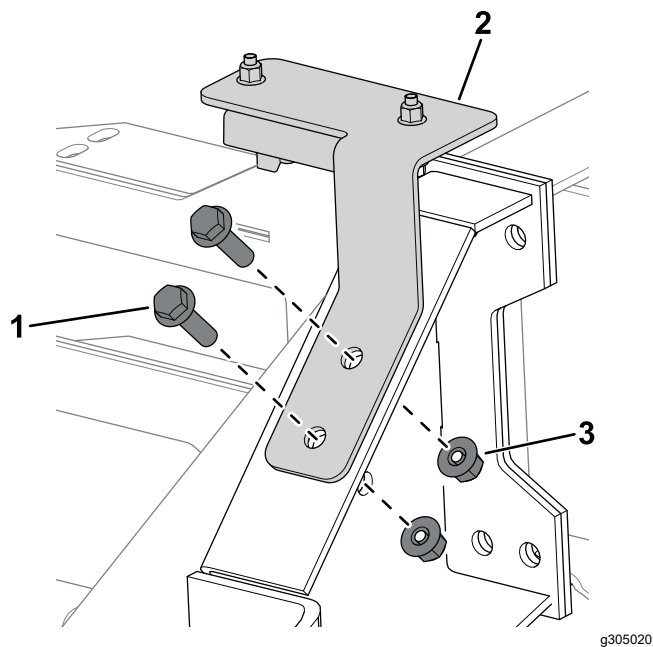

Figura 3
3. Utilize dois parafusos (M6 x 25 mm) e duas porcas flangeadas (M6) para prender a montagem do sensor de declive no chassis (Figura 3).